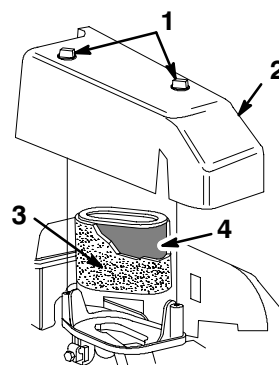

Figure 15
3. Retirer les deux boutons de fixation du couvercle du filtre à air au moteur (Fig. 15).
4. Déposer le couvercle et le nettoyer soigneusement (Fig. 15).
6. Si le préfiltre est sale, le laver prudemment à l'eau avec un détergent doux, puis le rincer à l'eau claire et le laisser sécher complètement (Fig. 15).
8. Remonter le préfiltre sur la cartouche en papier (Fig. 15).
9. Refermer le couvercle du filtre à air (Fig. 15).
10. Fixer solidement le couvercle à l'aide des deux boutons (Fig. 15).